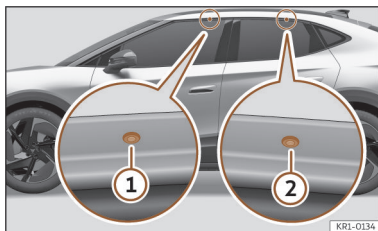

Fig. 174 Pontos de fixação das barras longitudinais para a bagageira do tejadilho.
Os pontos de fixação dianteiros e traseiros ① e ② só se podem ver com as portas abertas >>> **Fig. 174.**